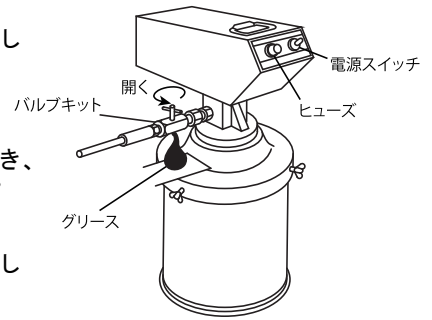

Fig. 3
- 10) 最初のグリースにはポンプ内のエアが混入し、良い状態ではありません。次の操作を行って完全な状態にしてください。まず、バルブキットを開き、バルブキット下の小さな穴からエアの混入したグリースが吐出するまでポンプを作動させ、完全なグリースが吐出されましたら、バルブキットを閉じてください。この際、グリースが手に触れないよう紙などを敷き、吐出したグリースを処理してください。(Fig. 3)